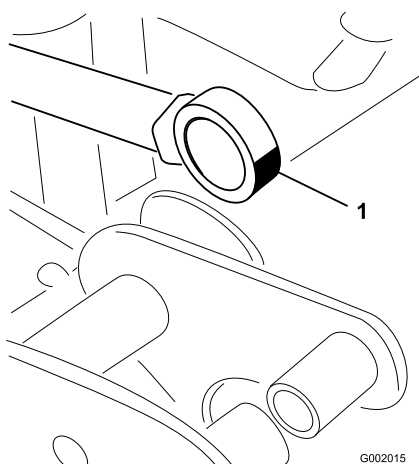

Figure 37
5. Manipulez le côté roulement de la tige d'actionneur et appliquez de la graisse dans le roulement (Figure 37). Essuyez tout excès de graisse.